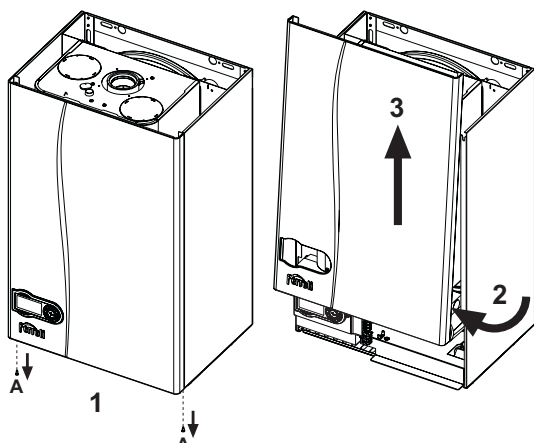

fig. 28 - Deschiderea carcasei
1. Deșurubați șuruburile A (vezi fig. 28).
2. Rotați carcasa (vezi fig. 28).